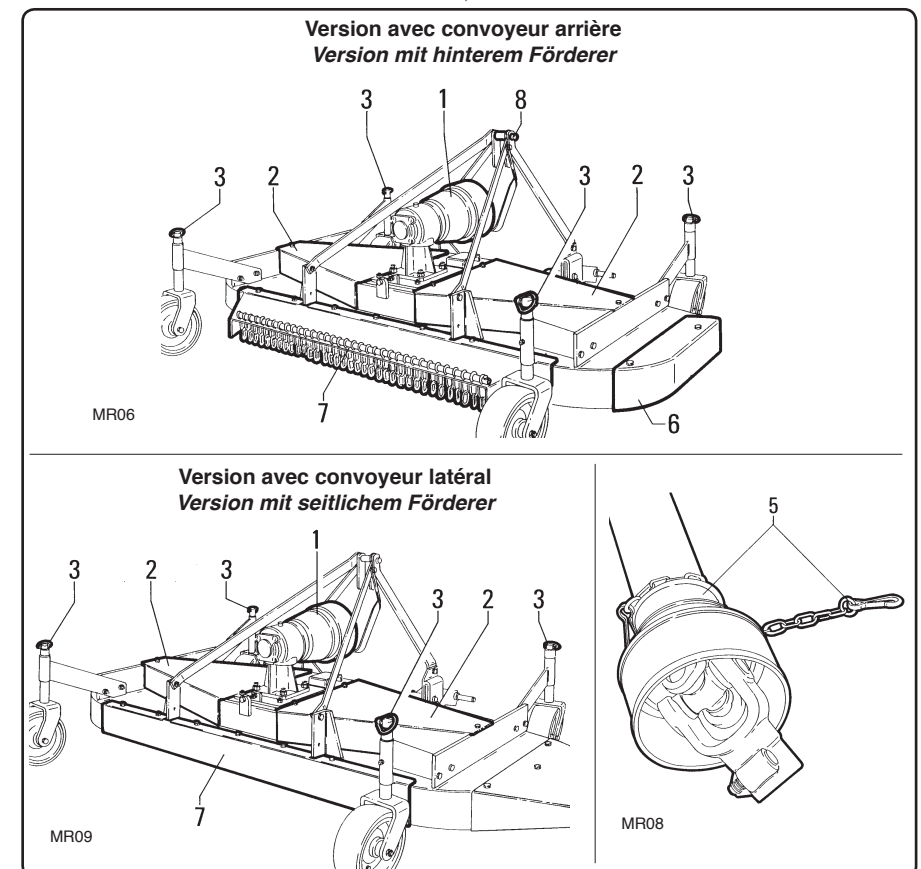

fig. 1.4.1
- Legenda dispositivi di sicurezza (fig. 1.4.1)